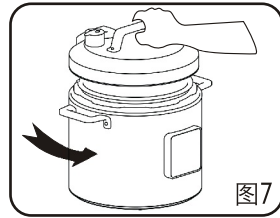

图7
- 3) 手握煲盖提手，平放至限位边，然后逆时针旋转煲盖至扣合位置，并听到扣合声。（见图7，图8）